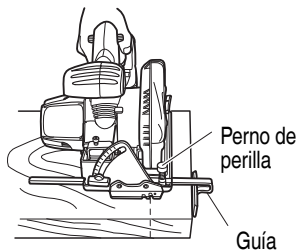

Fig. 8
3. Regulación de la guía (Fig. 8)